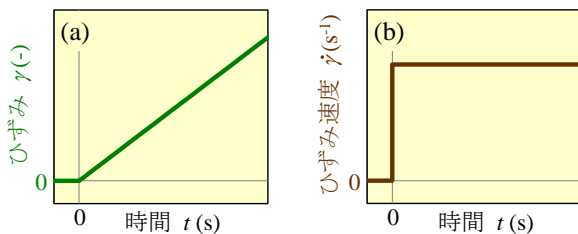

図3 定常流動における (a)ひずみと時間の関係、(b)ひずみ速度と時間の関係
せん断変形を例に、定常流動における時間とひずみの関係について述べます。図3(a)に示すとおり、定常流動とは、ある時間以降 [$t \geq 0$ (s)]、一定の割合でひずみを増加させ続けることを指します。
なお、図3(b)に示すひずみ速度 [$\dot{\gamma}$ (s⁻¹)] とは、ひずみが時間変化する割合、つまりひずみの時間微分(式⑤)です。よって、定常流動において、ひずみ速度は $t \geq 0$ (s) で一定の値を示し、図3(a)の $t \geq 0$ (s) における直線の傾きが、ひずみ速度に相当します。